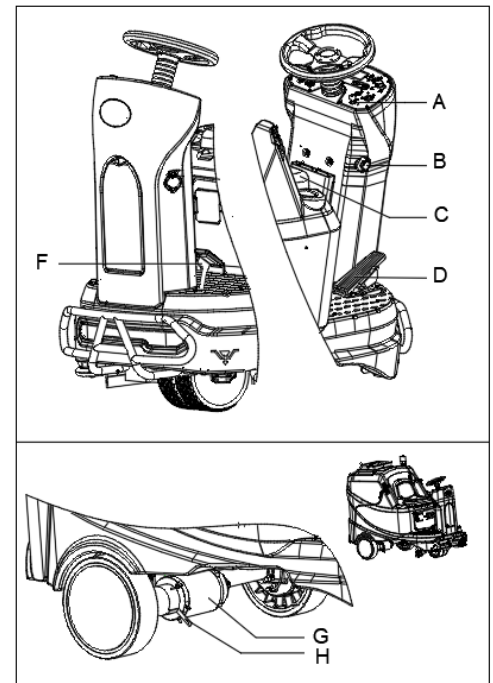

Figure 12
1. Ouvrir les loquets gauche et droit (7, Figure 12).
1. Tourner la clé de contact (A, Figure 12) sur « I », s'asseoir sur le siège (C).
2. Appuyer légèrement sur la pédale d'accélération (D), puis la relâcher afin de vérifier si la machine peut être dirigée vers l'avant et arrêtée.
3. Aux fins de sécurité, confirmer si la machine peut être arrêtée immédiatement en appuyant sur le bouton d'urgence (B). Tourner le bouton d'urgence pour le réinitialiser.
4. Appuyer rapidement sur la pédale de frein mécanique (F) pour vérifier si la machine peut être arrêtée immédiatement.
Le frein du moteur d'entraînement est débloqué lorsque le moteur fonctionne normalement, il se verrouille lorsque le moteur s'arrête. Dans certains cas particuliers, tels que l'emballage/déballage de la machine, une panne de la machine, etc., la machine peut avoir besoin d'être poussée. Sur le moteur d'entraînement (G, Figure 12) pousser vers le bas la poignée de frein (H, Figure 12) ; le frein de la machine est alors relâché et la machine peut être déplacée. Une fois terminé, tirer la poignée vers le haut pour que la machine puisse fonctionner.